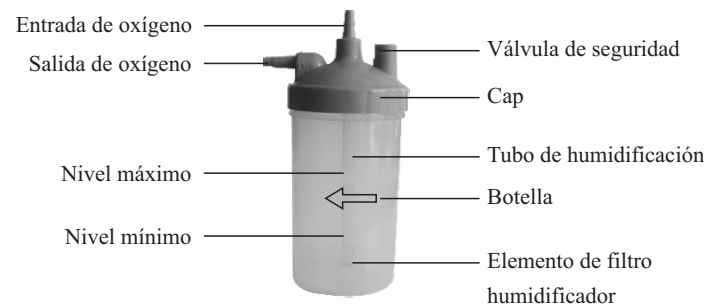

Figura 5: Componentes de Humidificador
1. Retire el tapón de la botella, llene el humidificador con agua destilada al nivel indicado por fabricante. Desenrosque la botella en sentido de reloj, llene la botella con agua pura (o agua destilada) hasta el nivel entre Máximo y Mínimo. No llene el humidificador sobrepasado el Máximo nivel (Figura 5)